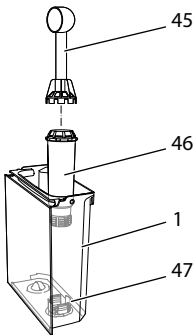

Abb. 25: Wasserfilter ein-/ ausschrauben
- Entfernen Sie den Wasserfilter, wenn das Gerät Sie dazu auffordert (siehe Abb. 25 *Wasserfilter ein-/ ausschrauben* auf Seite 45).